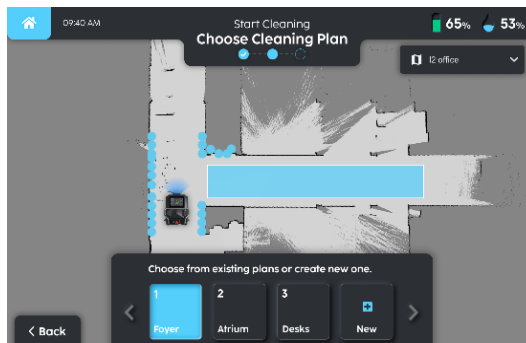

FIGURE 8-12
1. Avec un robot correctement localisé, les lignes de balayage LIDAR (indiquées par des points et des segments rouges sur la carte) correspondent étroitement aux caractéristiques de la carte (affichées en lignes noires) (comme on le voit dans la Fig. 8-12). Si le balayage du R3 affiché sur l'application ne correspond pas de manière satisfaisante aux caractéristiques de la carte, le robot peut être repositionné légèrement pour répéter le réglage de la localisation.